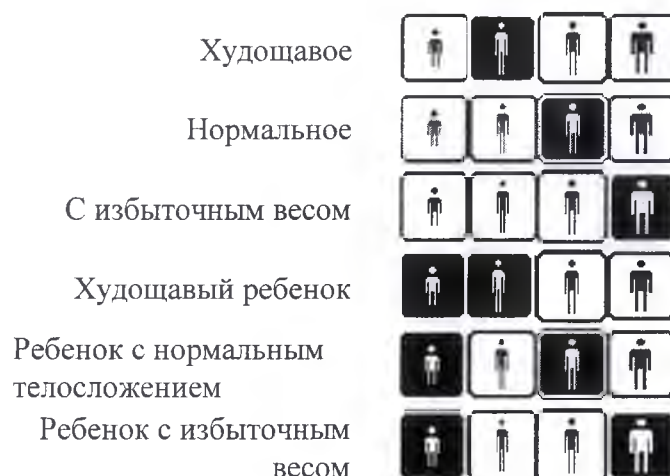

Рисунок 40
- выбор типа телосложения пациента при помощи следующих клавиш (рисунок 40).